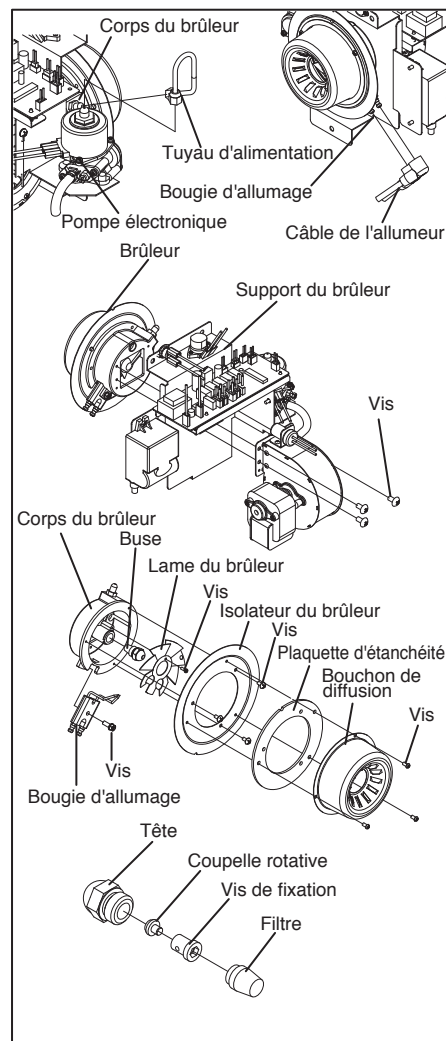

Figure 7. Retrait de la buse
- 11) Démontez la buse comme illustré à la figure 7.